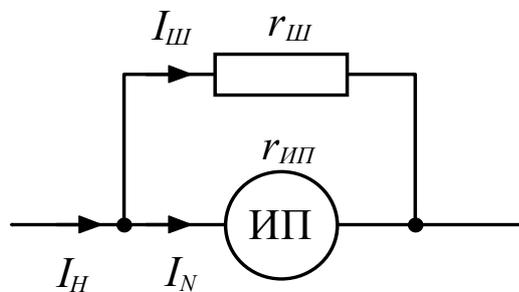

Рис. 1. Схема включения измерительного механизма с шунтом
1. Схема включения измерительного механизма с шунтом (рис. 1) и вывод формулы $r_{Ш}$.